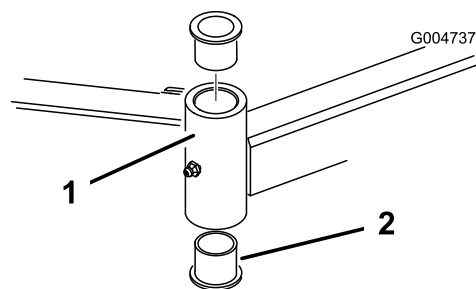

Figura 25
- Inserite un punteruolo nella parte superiore o inferiore del tubo di fissaggio, e spingete la boccola fuori del tubo (Figura 25). Estraete dal tubo anche l'altra boccola. Pulite l'interno dei tubi di fissaggio.